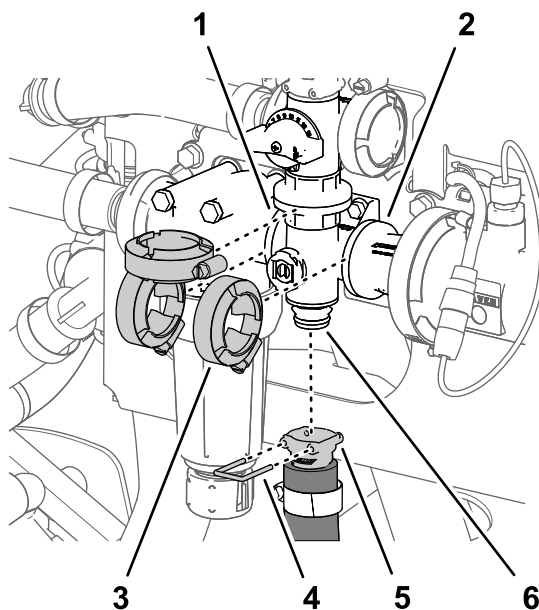

Figura 118
1. Retire la grapa que sujeta el acoplamiento rápido de la manguera de agitación al distribuidor de la válvula de agitación (Figura 118).
2. Retire las 3 bridas de fijación que sujetan el distribuidor de la válvula de agitación a las bridas de la cabeza del filtro de presión y el adaptador de acoplamiento (Figura 118).